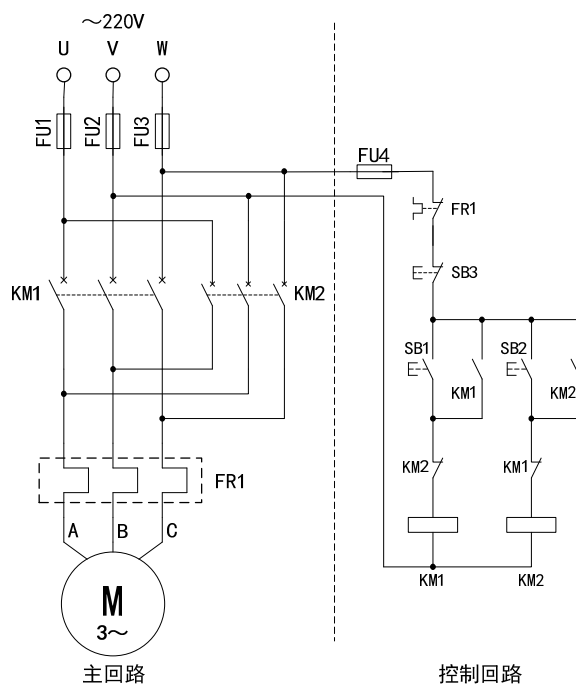
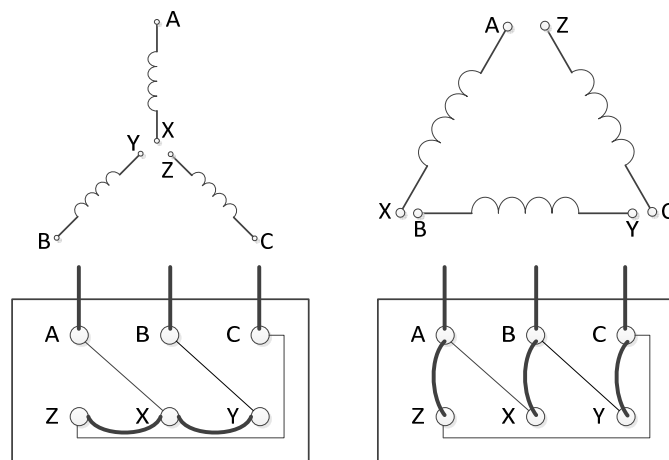

图 4-1 三相异步电动机正反转电气控制原理图
图 4-2 三相异步电动机绕组连接方式
图4-1是三相异步电动机的正反转控制电气回路原理图，左半部分是电气主回路（一次回路）原理图，右半部分是电气控制回路（二次回路）原理图。表4-1给出电气主回路中各个电气元件的名称及作用，表4-2给出电气控制回路中各个电气元件的名称及作用。在原理图中文字符号相同的是同一个电气元件，不同的图形符号代表该元件的不同功能部分。如热继电器FR1的热元件连接在主回路中，图形符号如图4-1中左半部分所示；而同一个热继电器FR1的内部开关则连接在控制回路中，图形符合如图4-1中右半部分所示。
三相异步电动机主要有 2 种定子绕组连接方式, 分别是星型连接方式和三角形连接方式, 其原理图如图 4-2 所示。
- 2、按照图 4-1 连接实验设备电气线路；按照图 4-2，将电动机连接为三角形连接；
- 1、图 4-1 中，FU4 起到什么作用？
- 2、图 4-1 中，起到电气保护作用的元件有哪些？分别起到何种作用？
- 4、仿照图 4-1，设计一个三相异步电动机的启动-自锁-停止控制电路，把原理图绘制在实验报告中。